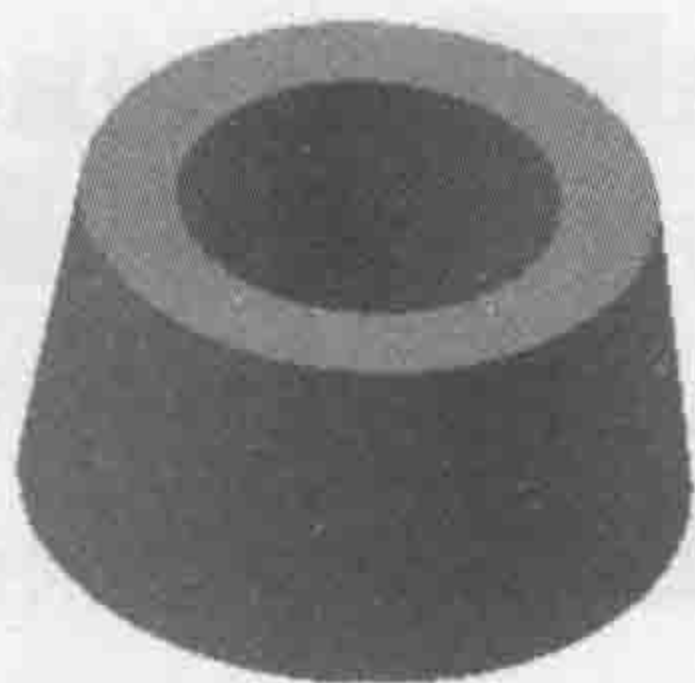
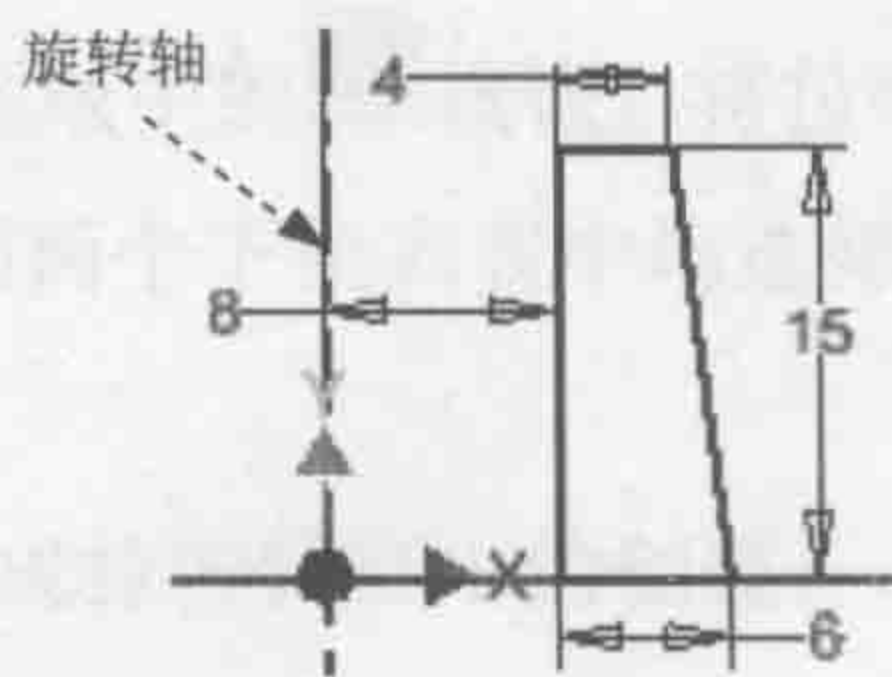

图 2.2 旋转特征 1
图 2.3 截面草图
Step2. 创建图 2.2 所示的旋转特征 1。在 **创建** 区域中选择 命令，选取 XY 平面为草图平面，绘制图 2.3 所示的截面草图；在“旋转”对话框 **范围** 区域的下拉列表中选 **全部** 选项；单击“旋转”对话框中的 **确定** 按钮，完成旋转特征 1 的创建。